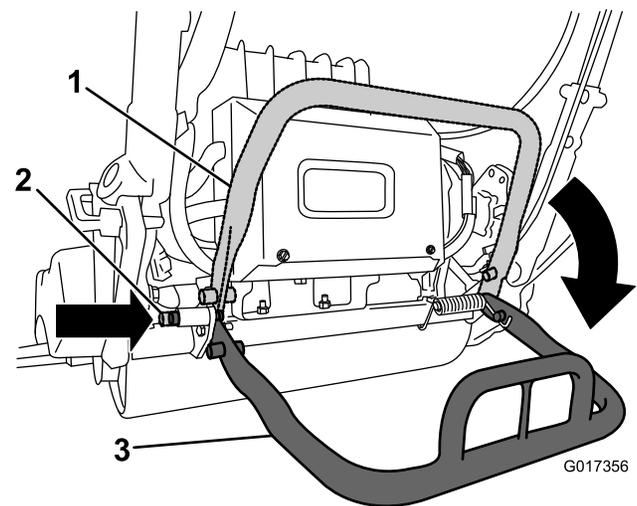

Figure 26
- Pour utiliser la béquille quand vous déposez le cylindre, abaissez-la et enfoncez la goupille de blocage pour verrouiller la béquille en position d'utilisation (Figure 26).